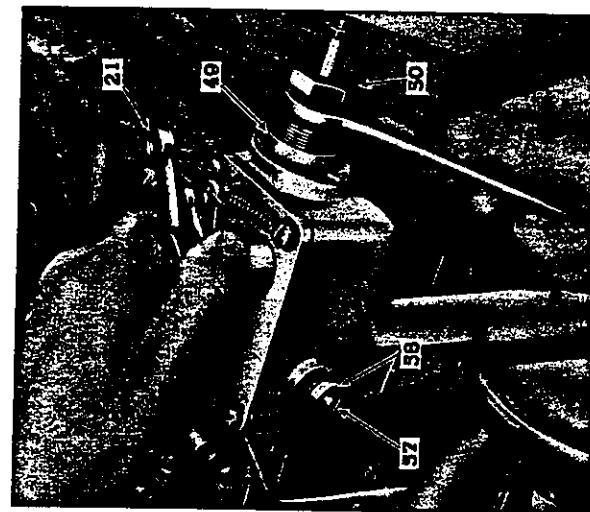

Fig. 11 - Afsstelling van het maximum toerental, onbelast
- 1) Stelschroef voor constante nullastsnelheid nr 57 (fig. 11) ongeveer 5/8" loszetten.